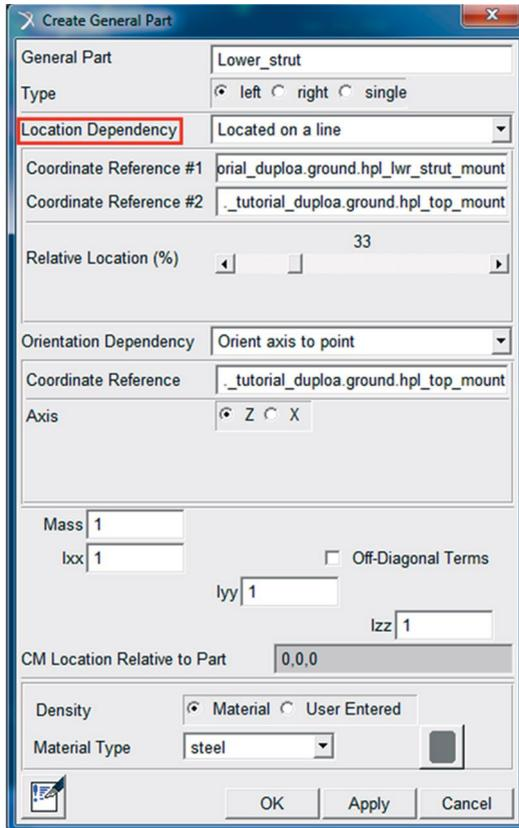

Figura 5.72 – Janela relativa à construção do *General Part* “*Lower_strut*”.
- A janela *Create General Part* será aberta e seus campos deverão ser preenchidos conforme a Figura 5.72.
A notar: A escolha da aba *Location Dependency* como “*Located on a Line*”, Figura 5.72, permite que o *General Part* “*Lower_strut*” se situe a 33% da distância entre os dois *Hardpoints* especificados como coordenadas #1 e #2, medido relativamente a coordenada #1.